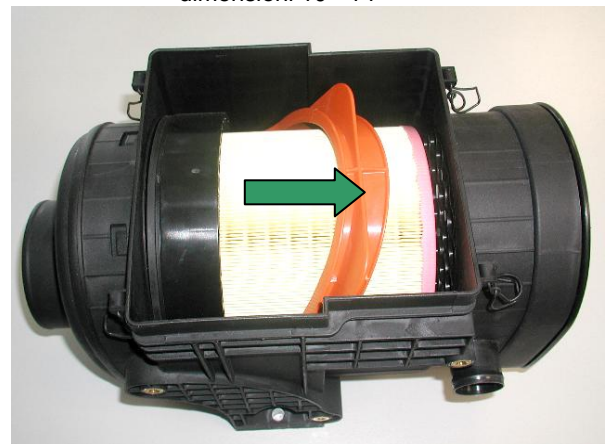

Fig. 7 Bloccaggio della staffa di serraggio
- Portare la staffa di serraggio rossa completamente in direzione "lock" (vedi Fig. 7) e poggiare il coperchio.